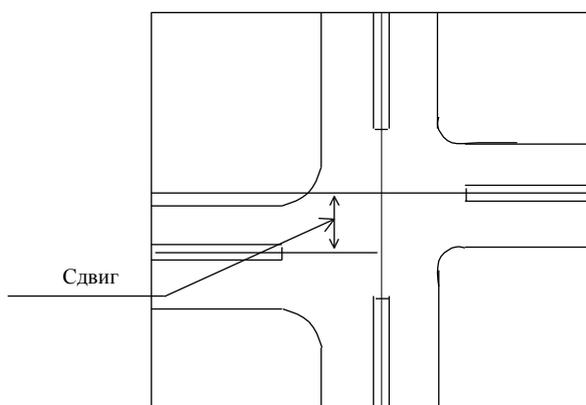

Рисунок 30
– сдвиг – расстояние между осевой линией описываемого входа и продолжением осевой линии противоположного входа (рис. 30);